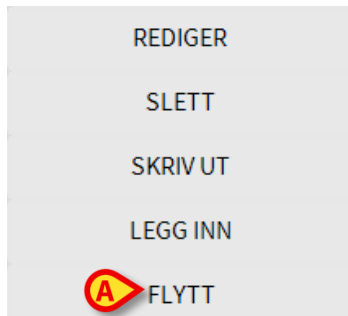

Fig 69
Det åpnes en nedtrekksmeny med ulike valg (Fig 69).
- Klikk på **Flytt**-knappen (Fig 69 **A**).